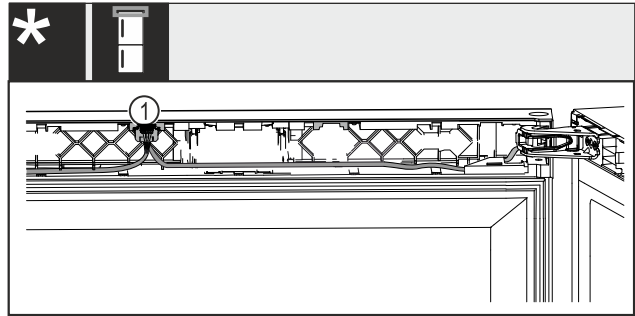

Fig. 47 Für Wein-Gefrier-Kombinationen*
- ▶ Stecker Fig. 47 (1) in die Führung einrasten.*